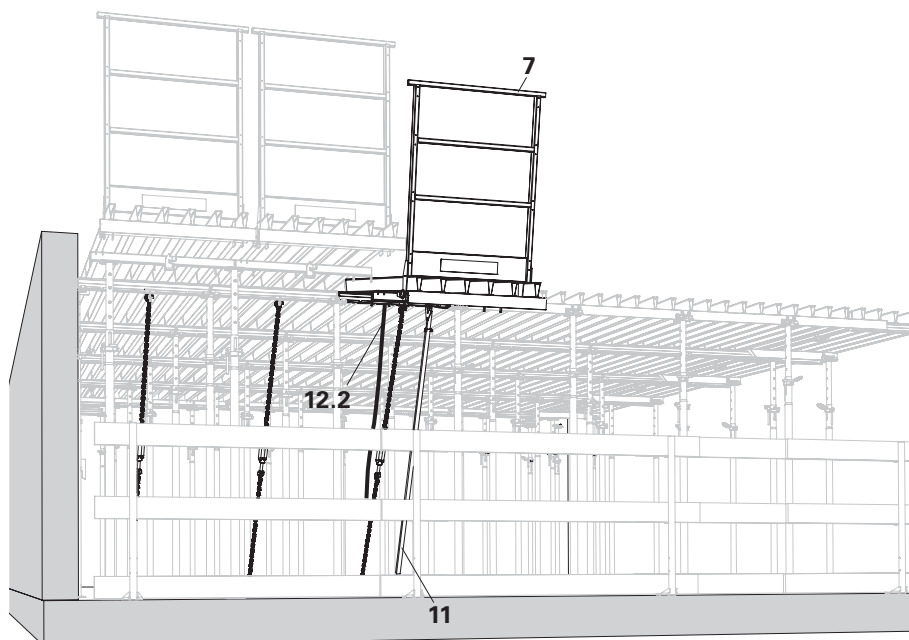

Fig. A7.09
7. Con l'asta di montaggio GFA (11) spingere verso l'alto l'unità parapetto (7) sulla traversa GF 100 (5). (Fig. A7.09)